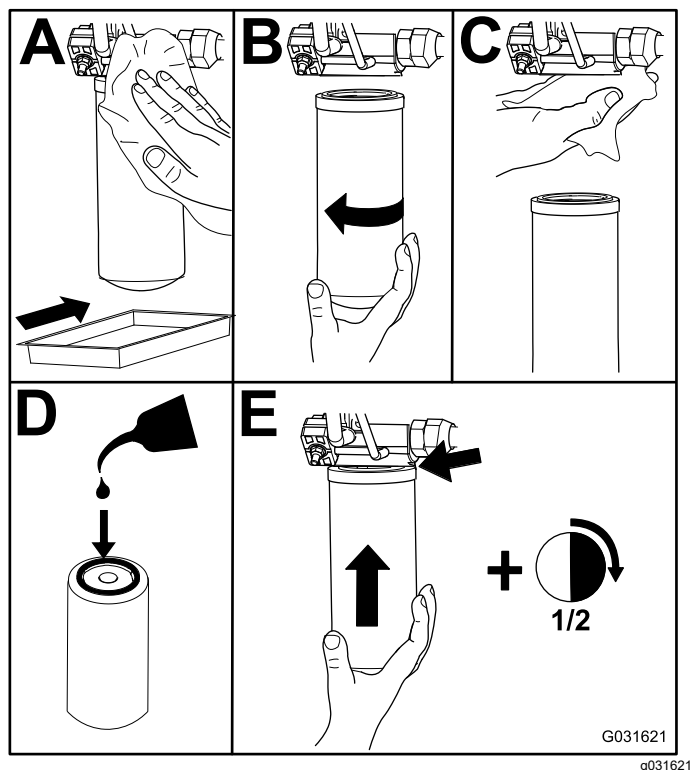

Figura 80
2. Substitua os filtros hidráulicos (Figura 80).